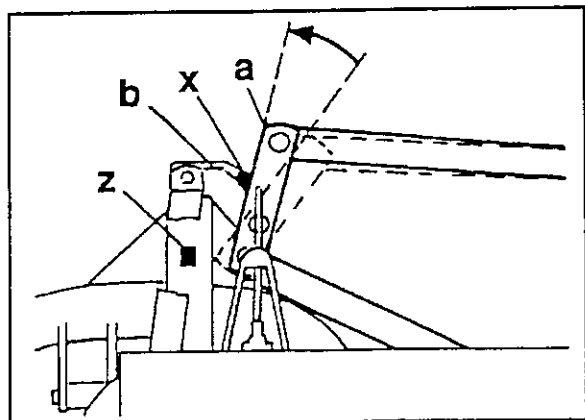
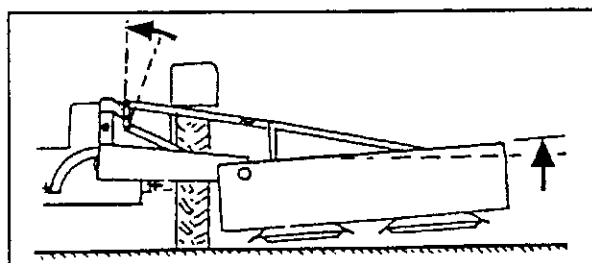

Bild 4-29
Bild 4-31
Hebel (a) des Aufzuggestänges muß am Anschlag (x) anstehen, weil sonst beim Umschwenken der untere Teil des Hebels am Anschlagklotz (z) anstößt und die Abschlußklappe (b) verbogen wird (Bild 4-29).
5. Falls Hebel (a) (Bild 4-29) nicht am Anschlag (x) ansteht (eventuell mangels Schmierung der Gelenke), Mähbalken außen von Hand etwas hochheben (Bild 4-31).